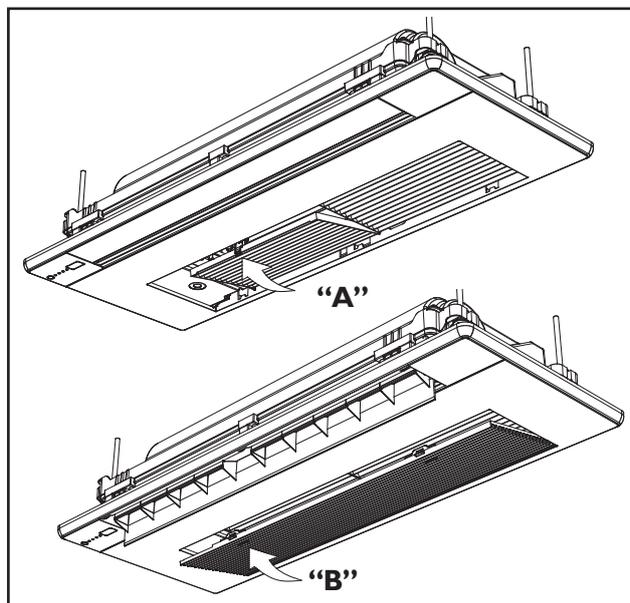

FIG. 26
5. Por fim recoloca o filtro de ar (“A” - Fig. 26) e a grade de proteção (“B” - Fig. 26).